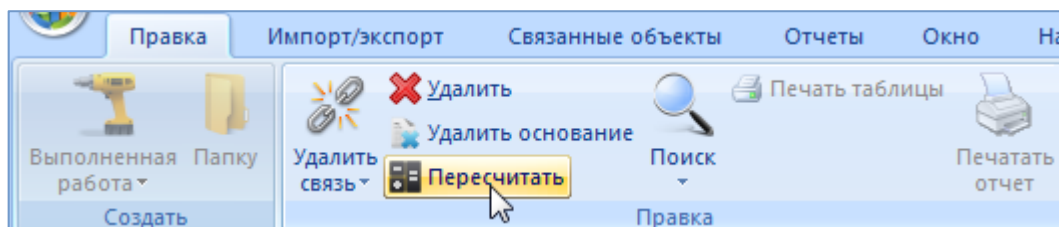

Рис. 27-5 – Панель «Правка»
8) После ввода значений параметров выполненной работы в полях – стоимость запчастей, расходных материалов, затрат на персонал необходимо пересчитать суммарную стоимость выполненной работы, для этого необходимо выделить строку с работой и нажать кнопку «Пересчитать» панели «Правка» (рис. 27-5). После выполнения пересчета рассчитанное значение отображается в поле «Суммарная стоимость» для выбранной работы.
9) После ввода значений параметров выполненной работы в полях – стоимость запчастей, расходных материалов, затрат на персонал необходимо пересчитать суммарную стоимость выполненной работы, для этого необходимо выделить строку с работой и нажать кнопку «Пересчитать» панели «Правка» (рис. 27-5). После выполнения пересчета